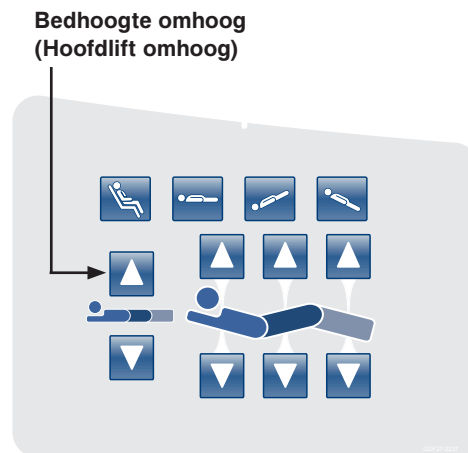

Afbeelding 16: Bed Calibration - Step 4 (Het bed ijken – stap 4)
15. Wanneer stap 3 van de ijkprocedure afgerond is, begint stap 4 van de ijkprocedure en wordt afbeelding 16 (zie hieronder) weergegeven.